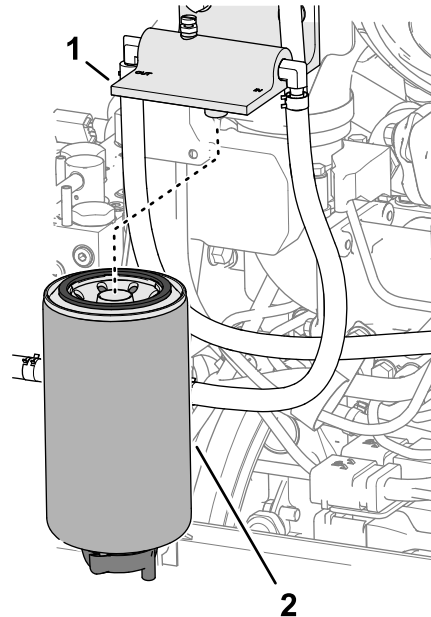

Bild 118
2. Reinigen Sie den Kraftstoff-Wasserabscheidefilter und den Filterkopf (Bild 118).